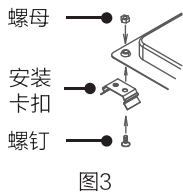

图3
- 2 将 4 个安装卡扣用随附的安装螺钉固定在产品箱体的相应部位（如图 3）。